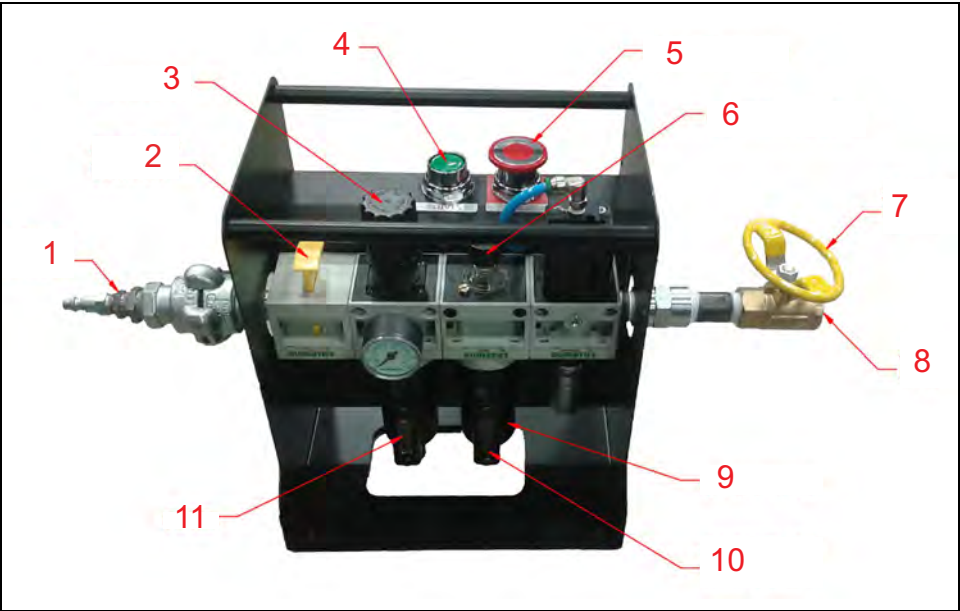

Рисунок 2-3. КОМПОНЕНТЫ ПНЕВМАТИЧЕСКОГО БЛОКА УПРАВЛЕНИЯ
Органы пневмоуправления Высокоскоростной станок для обработки фланцев Speed Facer ODF расположены на пневматическом блоке управления (Air Caddy), показанном на Рис. 2-3 на стр. 12..
1. На Рис. 2-3. показана быстроразъемная муфта H&S. Ваша быстроразъемная муфта может выглядеть иначе.